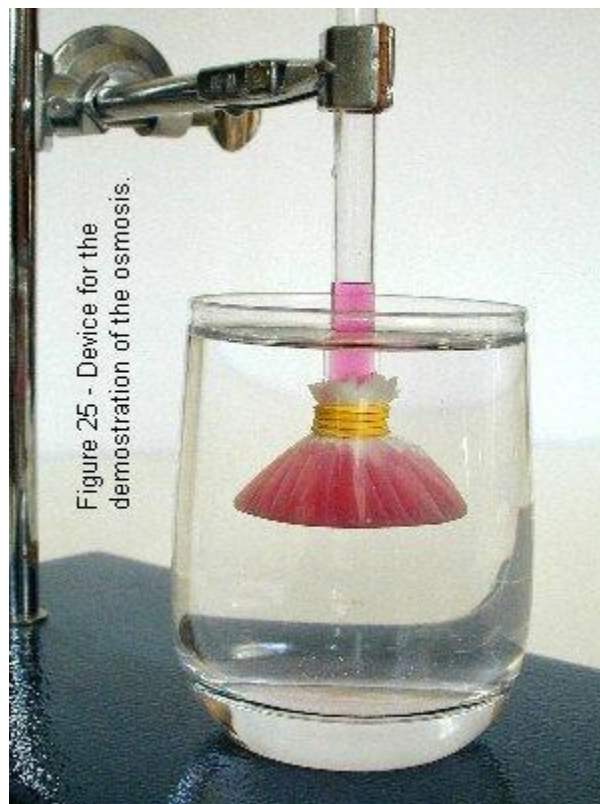

Figura 8.1: Sistema de embudo sumergido en agua destilada.
4. Voltea el embudo y si es necesario añade un poco más de solución concentrada de azúcar, de modo que quede como se muestra en la figura 8.1.